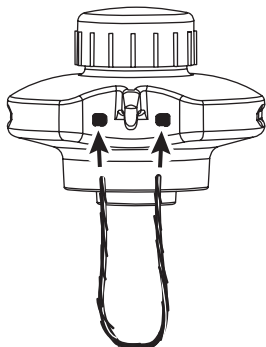

Fig. 16
1. Insérez chaque extrémité du fil de remplacement dans les trous des deux côtés du crochet de retenue (Fig. 16).